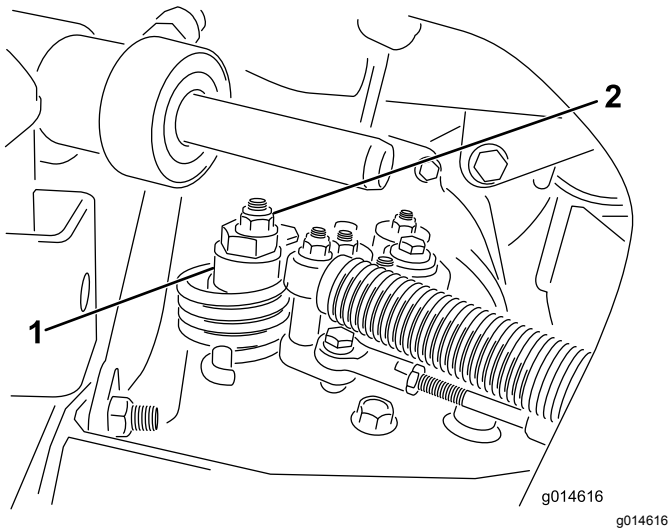

图34
A. 松开将偏心螺栓固定到静液压泵顶部的螺母图 34。
- C. 旋转偏心螺栓直到不再出现任何方向的缓慢前移。当轮子停止旋转时旋紧螺母锁定偏心螺栓和调整图34。将油门移至慢速和快速位置验证调节情况。